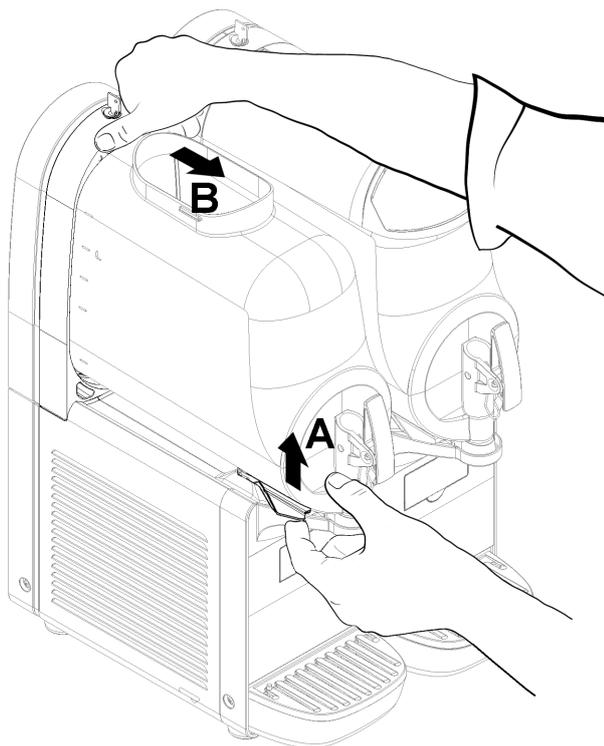

**Bild 9**
**1** Zum Entfernen des Deckels des Behälters, die obere Taste drücken und den Deckel nach vorne gleiten lassen. Falls sich ein Sicherheitsverschluss am Deckel befindet, den Schlüssel gegen den Uhrzeigersinn drehen, um die Taste freizugeben, die zum Öffnen benutzt wird (Bild 9).